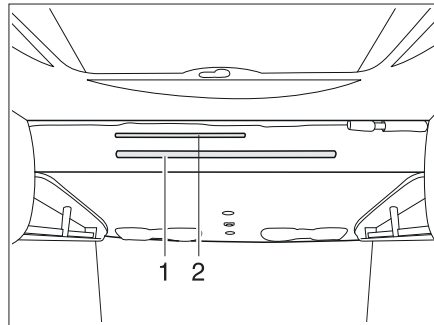

Bild 114 Hubbett manuell
- Den Griffhebel (Bild 114,2) nach unten ziehen, um das Hubbett zu entriegeln.
- Das Hubbett mit beiden Händen an der Griffstange (Bild 114,1) nach unten ziehen.
- Die Aufstiegsleiter mit den beiden Bügeln in die Griffstange (Bild 114,1) am Hubbett einhängen.